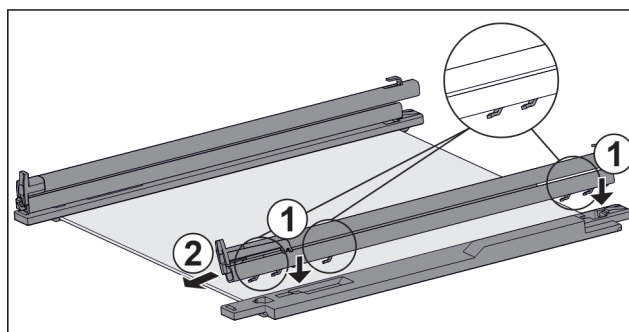

Fig. 154 Ripiano in vetro con guide e fermi
- ▶ Inserire il gancio della guida sulle aperture del **gancio** sinistro. *Fig. 154 (1)*
- ▶ Tirare la guida in avanti. *Fig. 154 (2)*
- ▶ Inserire il gancio della guida nelle aperture del **gancio** destro. *Fig. 154 (1)*